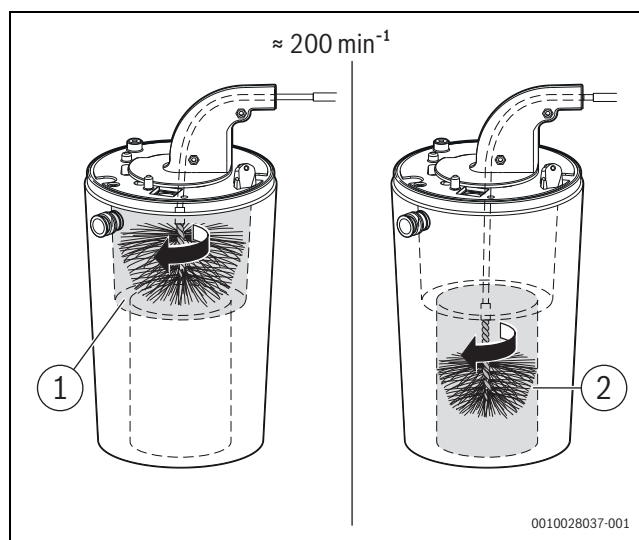

Fig. 161 Nettoyage du corps de chauffe (env. 200 tr/min, rotation à droite uniquement)
- Répéter le processus avec la petite brosse pour la zone inférieure (→ fig. 161, [2]).